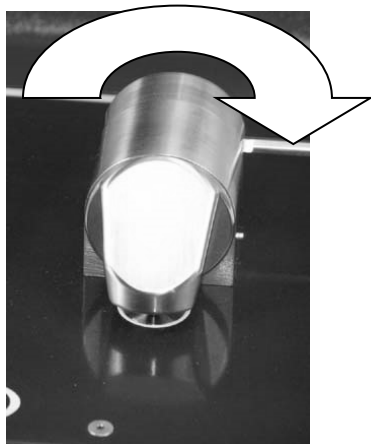

図5：アクセサリ・ウィンドウが下を向いた状態のTumbler
サンプル分析モードでは、Tumblerは、アクセサリ光学ウィンドウが下の5500t FTIRサンプル・マウント領域を向くように回転します。この位置では、赤外（IR）エネルギーがサンプルを通過し、測定が可能になります。Tumblerアームが戻り止めに達し、定位置にはまるまで、Tumblerアームを完全に回してください。この戻り止めによってサンプル測定中にアクセサリが固定されます（図5を参照）。
- 4 アームを定位置に納まるまで時計回りに回して、デバイスを閉じます（図5を参照）。
サンプル分析モードでは、TumbIIRは、アクセサリ光学ウィンドウが下の5500t FTIRサンプル・マウント領域を向くように回転します。この位置では、赤外（IR）エネルギーがサンプルを通過し、測定が可能になります。TumbIIRアームが戻り止めに達し、定位置にはまるまで、TumbIIRアームを完全に回してください。この戻り止めによってサンプル測定中にアクセサリが固定されます（図5を参照）。